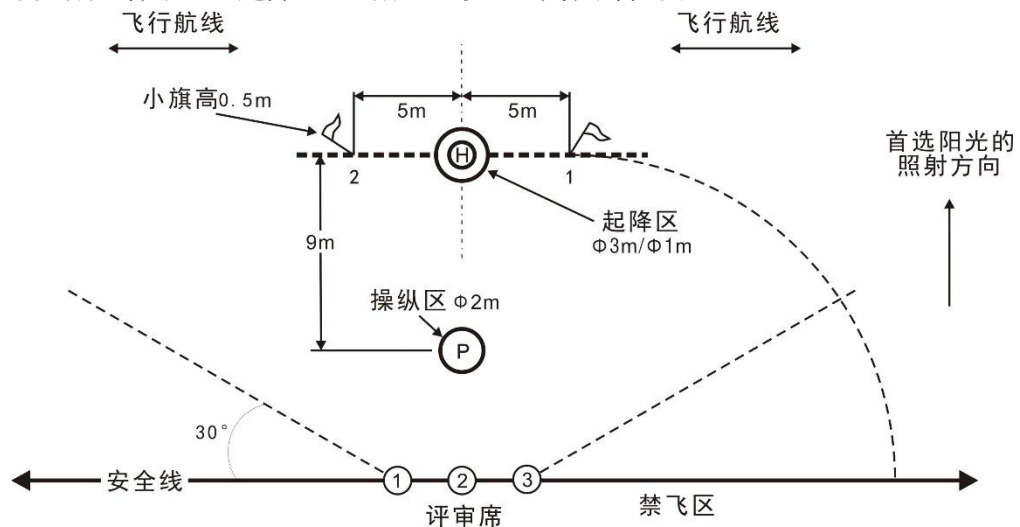

图 I.8 遥控模型直升机飞行（四）测试场地示意图
I.2.1.3.4 测试场地操纵区、起降区、飞行区、安全线等尺寸见图 I.8。
- 起飞示意图见图 I.8。